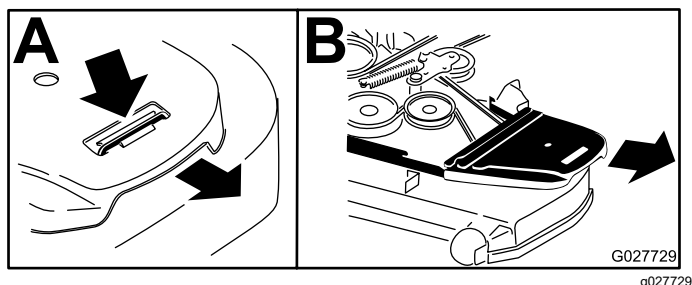

Figura 75
4. Déposez les protège-courroies (Figura 75).